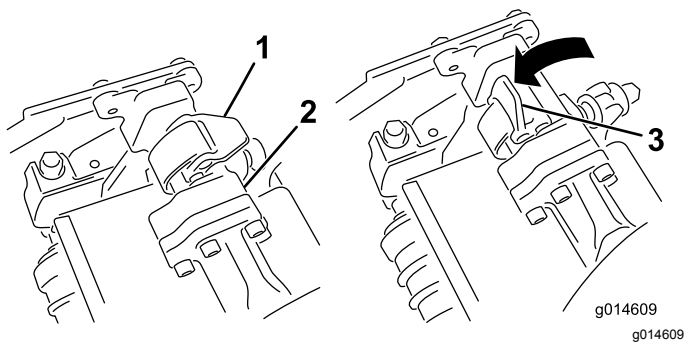

Figura 51
4. Con i fermi del braccio di sospensione rivolti verso l'alto (cioè aperti) (Figura 51), premete il braccio di sospensione verso il basso in modo che la barra si inserisca nella barra della parte superiore dell'apparato di taglio (Figura 52).
5. Chiudete i fermi spostandoli verso il basso e attorno alla barra dell'apparato di taglio, quindi bloccateli in posizione (**Figura 51**).
5. Aprite i fermi sulla barra del braccio di sospensione dell'apparato di taglio che state rimuovendo (Figura 51).